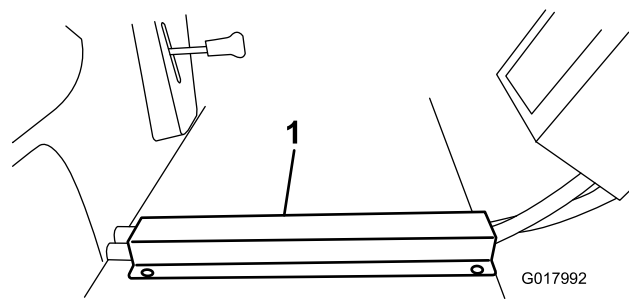

図 36
3. ホースの上からホース用チャンネルを被せて、前側のエッジをフロアボードの前側のエッジにそろえる。フロアボードにドリルで穴を開けて、タップねじで固定する 図 36。